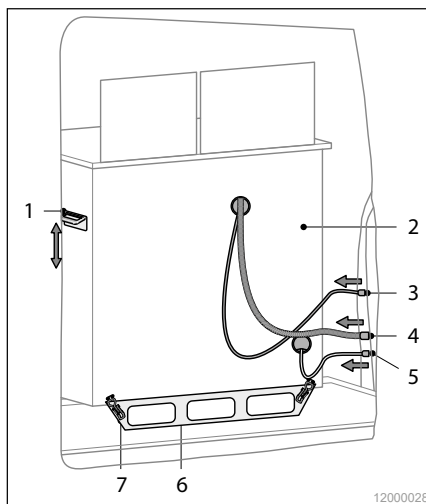
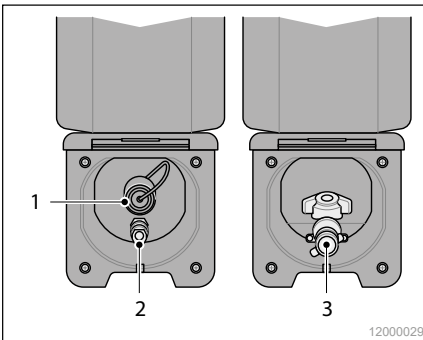

Abb. 36 Mobile Küche herausnehmen
Abb. 37 Anschlüsse mobile Küche Beifahrerseite
2. Trennen Sie die Versorgungsleitungen (Abb. 36/3, 4 und 5) und schließen Sie die Glasabdeckungen.
3. Drehen Sie ggf. den Fahrersitz gegen die Fahrtrichtung oder schieben Sie den Fahrersitz nach vorne, damit die Griffe (Abb. 36/1) besser zugänglich sind.
5. Lösen Sie die beiden Befestigungshaken (Abb. 36/7) an der Außenseite.
6. Klappen Sie die Griffe (Abb. 36/1) aus, heben Sie den Küchenblock (Abb. 36/2) nach oben an und tragen Sie den Küchenblock mit zwei Personen von außen aus dem Fahrzeug heraus.
- Strom (Abb. 36/3 bzw. Abb. 37/1)
- Wasser (Abb. 36/4 bzw. Abb. 37/2)
- Gas (Abb. 36/5 bzw. Abb. 37/3)
Bei der Trittstufe an der Schiebetür auf der Fahrerseite ist durch die Befestigungsleiste (Abb. 36/6) der Ein- und Ausstieg erschwert.